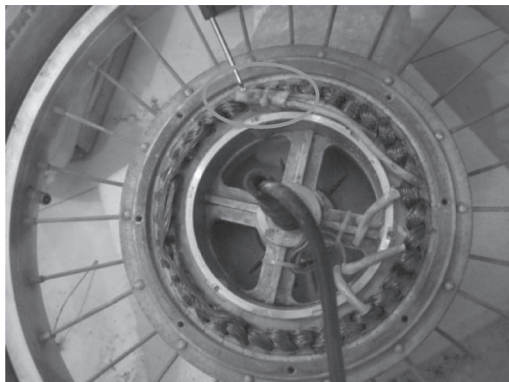

图 7-12 检查电动机霍尔元件
5) 拆检电动机, 发现其中一个霍尔元件烧毁, 如图 7-12 所示。